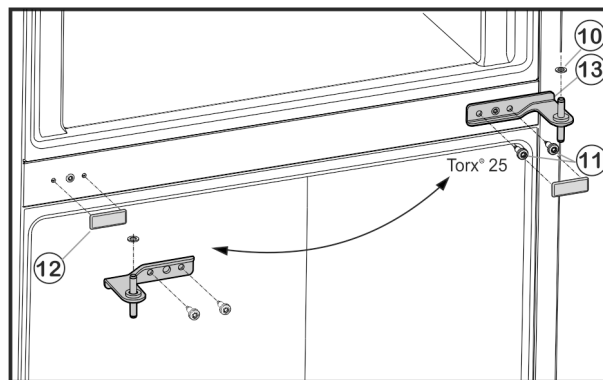

Fig. 6
- ▶ Odšroubujte upevňovací šrouby Fig. 6 (11) (2 x Torx® 25) a stojan ložiska uprostřed vytáhněte ze spodních dvířek.
- ▶ Vyměňte plastovou podložku Fig. 6 (10).
- ▶ Kryt Fig. 6 (12) opatrně stáhněte.
- ▶ Kryt Fig. 6 (12) opět nasadte na protilehlé straně.
- ▶ Prostřední stojan ložiska *Fig. 6 (13)* otočený o 180° nasadíte do spodních dvířek a našroubujte jej pomocí upevňovacích šroubů *Fig. 6 (11)* (2 x Torx® 25) pevně na novou stranu závěsu dveří (4 Nm).
- ▶ Opět nasadíte plastovou podložku *Fig. 6 (10)*.
- ▶ Horní dvířka usadíte na prostředním ložiskovém čepu *Fig. 6 (13)*.